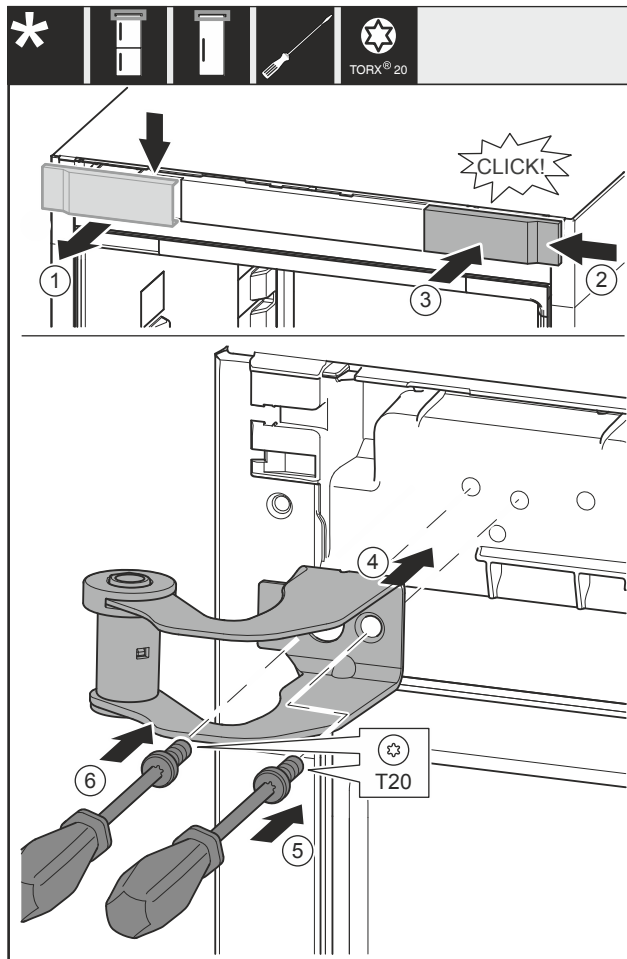

Fig. 17
- ▶ Snemite pokrov Fig. 17 (1) od zgoraj v smeri naprej.
- ▶ Pokrov Fig. 17 (2), obrnjen za 180°, namestite na drugo stran z desne strani.
- ▶ Zaskočite pokrov Fig. 17 (3).
- ▶ Pristavite zgornji ležajni podstavek Fig. 17 (4).
- ▶ Zategnite vijak Fig. 17 (5).
- ▶ Zategnite vijak Fig. 17 (6).